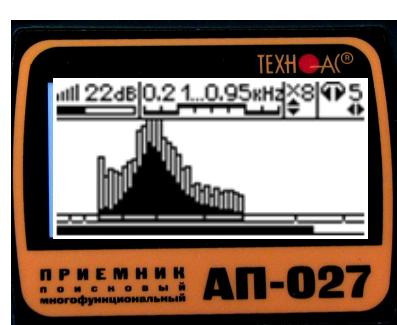

Рис. 9
**4.4.7** Проанализировать качество отфильтрованного сигнала на графике «Спектр» рис.9. Максимальное количество черных полос (полезный сигнал) и минимальное количество светлых полос (помехи) означает правильность настройки фильтра.